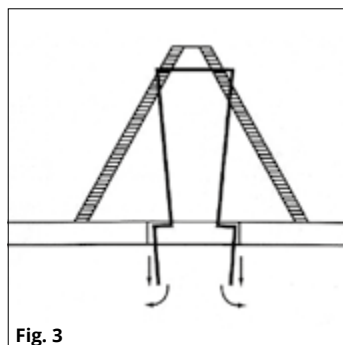

Fig. 3
- Tirare delicatamente le estremità in rame fino a che la piega a "L" fuoriesca dal controsoffitto (Fig. 3).